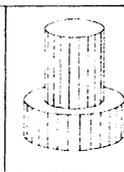

Рис. 3.4.
5. Постройте объект согласно рис. 3.4: